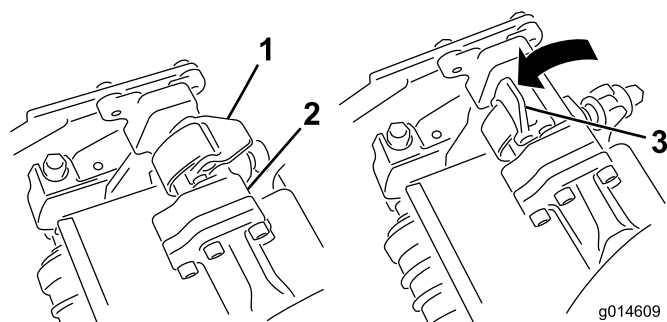
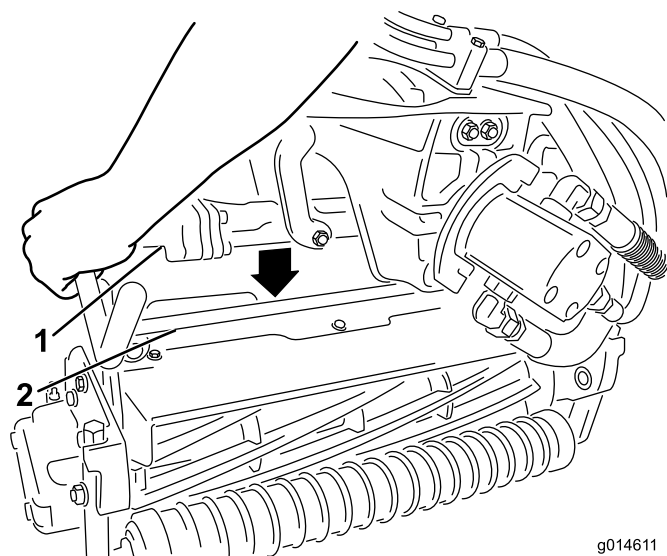

Bild 33
Bild 34
3. Die Riegel an der Aufhängearmstange müssen nach oben zeigen (d. h. offen) (Bild 33); drücken Sie den Aufhängearm dann so nach unten, dass die Stange über die Stange an der Oberseite des Mähwerks passt (Bild 34).
4. Drücken Sie die Riegel nach unten und um die Mähwerkstange und arretieren sie (Bild 33).
4. Öffnen Sie die Riegel an der Aufhängearmstange des Mähwerks, das Sie entfernen möchten (Bild 33).